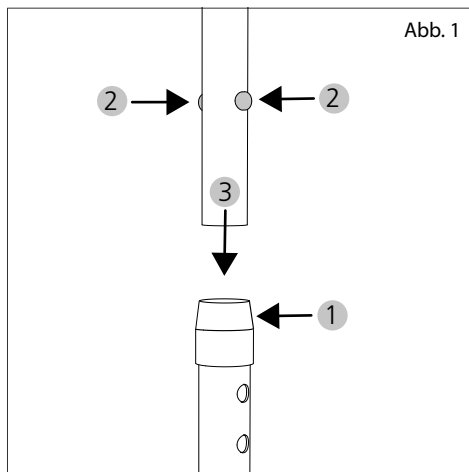

Abb. 1
1. Désolidarisez le filet du manchon tubulaire, s'il y a lieu en le desserrant dans le sens antihoraire (1, fig. 1). Ne dévissez pas complètement la partie supérieure du manchon tubulaire, mais débloquez seulement le vissage.
3. Enfoncez les deux tiges à ressort (2, fig. 1) et insérez en même temps le manche supérieur dans la structure par le manchon tubulaire (3, fig. 1).